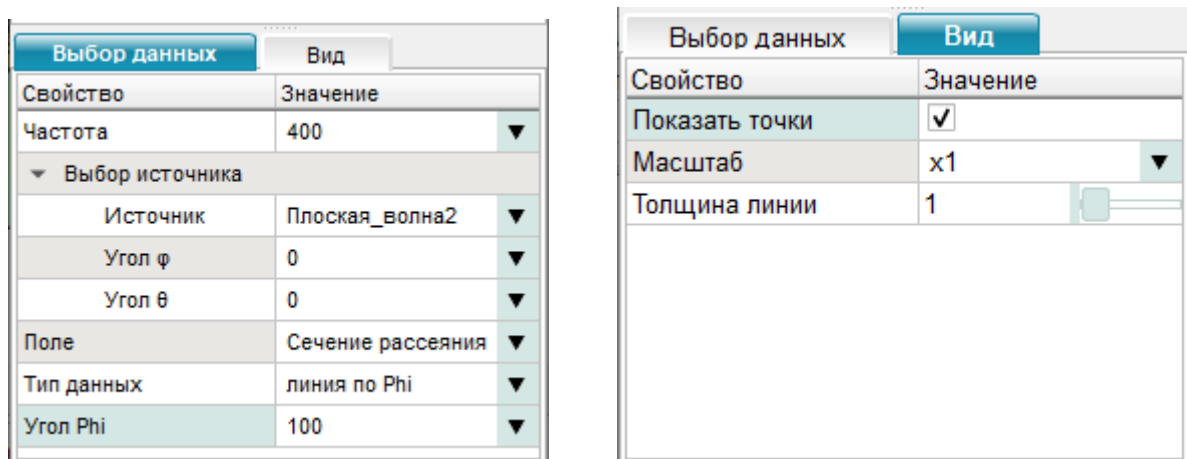

Рис. 226
18.10.3.5. Вкладки «Выбор данных» и «Вид» для изображения поля дальней зоны в виде линии показаны на рис. 226.